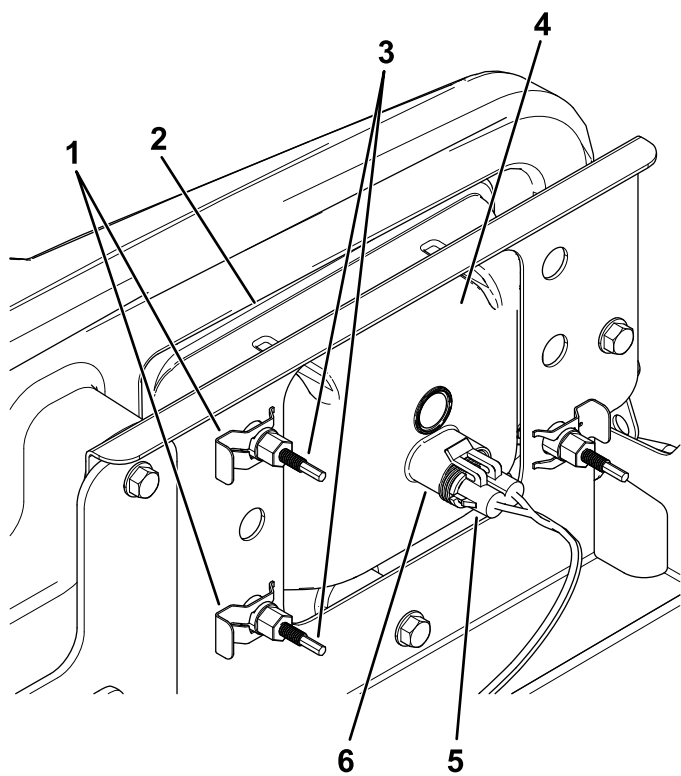

Figura 45
3. Desconecte el conector eléctrico del arnés de cables del conector del conjunto de la lámpara (Figura 45).
- Retire los conectores rápidos que sujetan el faro al soporte del faro (Figura 45).
- Retire el faro desplazándolo hacia adelante y pasándolo por el hueco del parachoques delantero (Figura 45).
- Introduzca el faro nuevo a través del hueco del parachoques (Figura 45).
- Sujete el conjunto del faro con los conectores rápidos que se retiraron en el paso (4).
- Conecte el conector eléctrico del arnés de cables al conector del conjunto de la lámpara (Figura 45).
- En la parte trasera del faro, gire los tornillos de ajuste (Figura 45) para pivotar el conjunto y ajustar de la posición del haz de luz.